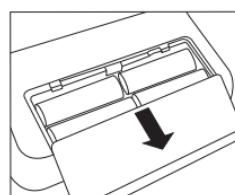

Fig. 1
■ Deschideți capacul compartimentului pentru baterii de pe partea inferioară a aparatului (consultați fig. 1). Montați bateriile (consultați capitolul 13, Date tehnice). Respectați polaritatea corectă („+” și „–”) atunci când introduceți bateriile. Închideți compartimentul pentru baterii. Pe ecran se aprinde intermitent  $12\text{ h}$  sau  $24\text{ h}$ . Acum, setați data și ora, conform descrierii de mai jos.